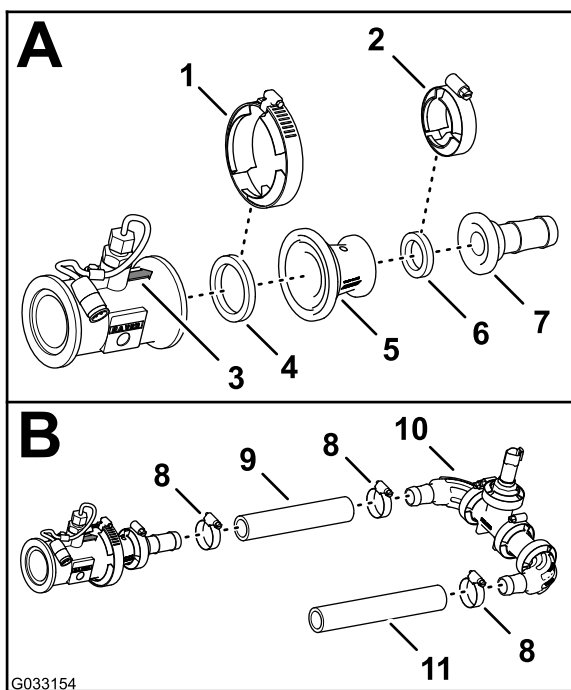

図 125
1. ガスケット 2- $\frac{1}{4}$ " と縮径アダプタを、フローメータの矢印の先端側に取り付ける 図 125。
2. フランジクランプ 76mmを使って、フローメータ、ガasket、縮径アダプタ図 125を固定する。
3. ガasket 2-1/4"とバープ付きのホースフィッティングを、縮径アダプタにセットする図 125。
4. フランジクランプ 51mm = 2"を使って、バープ付きフランジフィッティング、ガasket、縮径アダプタ図 125を固定する。
5. 図 125に示すように、水圧トランスデューサとマニホルドのバープ付きエルボフィッティングに組み付ける。
6. ホースクランプ2個を使って、ホースとバープ付きフィッティングを固定する図 125。
7. 図 125に示すように、水圧トランスデューサとマニホルドのもう一方のバープ付きエルボフィッティングに、ホース 1 x 8-1/2"を組み付ける。
8. ホースとバープ付きフィッティングをホースクランプで固定する図 125。